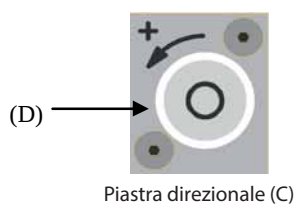
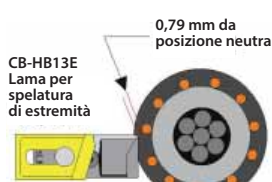

Fig. 3
Fig. 4
Passaggio 2. Con l'utensile bloccato attorno al cavo, regolare la lama girando il pomello (D) in senso antiorario, nella direzione della freccia (Fig. 3) per aumentare la profondità della lama nell'isolante o in senso orario, nella direzione opposta della freccia (Fig. 3) per diminuire la profondità della lama. Impostare la lama attorno ad 0.8 mm dal lo schermo neutro concentrico del cavo come in Fig. 4 e 5.